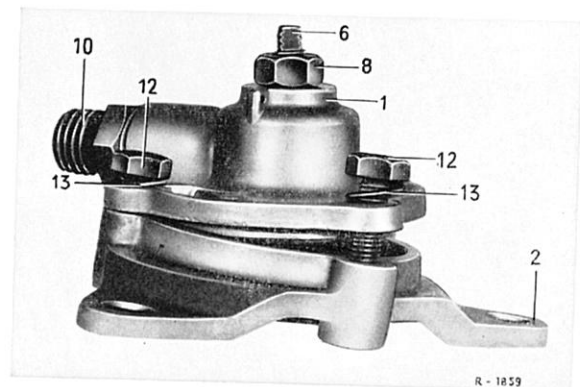

Bild 27-17/9
19 Deckel (1) auf die Zwischenplatte (2) setzen. Sechskantschrauben (12) mit Federscheiben (13) einstecken und mit dem in Arb.-Nr. 27-0 vorgeschriebenen Drehmoment festziehen (Bild 27-17/9).
20 Dichtring (9) auf den Schraubstutzen (10) stecken und Schraubstutzen in die Gewindebohrung für Unterdruckanschluß im Deckel (1) drehen (Bild 27-17/9).